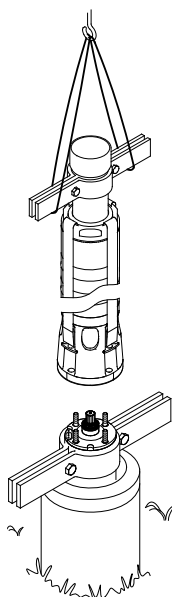

Abb. 21 Anheben der Pumpe in die richtige Position
3. Die Pumpeneinheit mithilfe der am Verlängerungsrohr befestigten Rohrschellen anheben. Siehe Abb. 21.